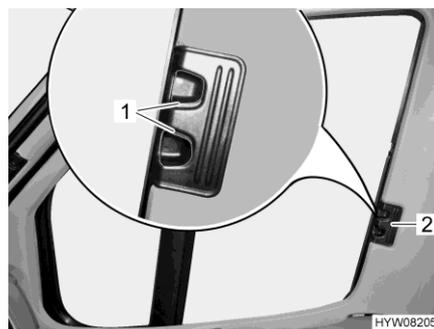

Fig. 109 Dispositif occultant plissé (fenêtre côté conducteur/passager)
- Presser les poignées de déverrouillage (Fig. 109,1) et les maintenir pressées.
- Tirer les dispositifs occultants plissés pour les fenêtres côté conducteur et côté passager par la poignée (Fig. 109,2) vers l'autre côté de la fenêtre et les rassembler au niveau de la piste magnétique.
- Pousser les dispositifs occultants plissés pour les fenêtres côté conducteur et côté passager jusqu'à la butée au niveau de la poignée (Fig. 109,2).
- Lâcher les poignées de déverrouillage (Fig. 109,1) et les faire s'enclencher.